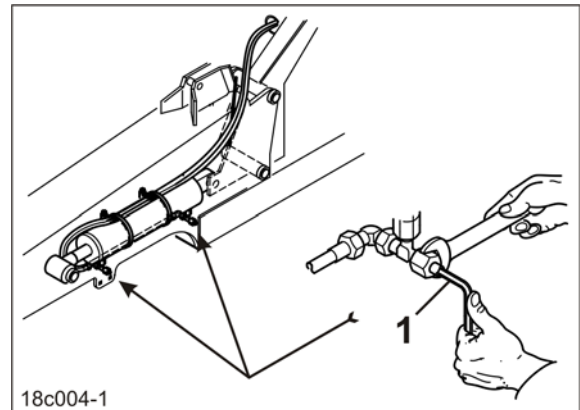

図 138
アレンキー ( 図 138/1 ) を用いて、スロットルへの油圧シリンダーのオイル供給を変更します。機械には 4 つのスロットルがあります。
2. 設定を行います [表 ( 図 138 ) を参照]。